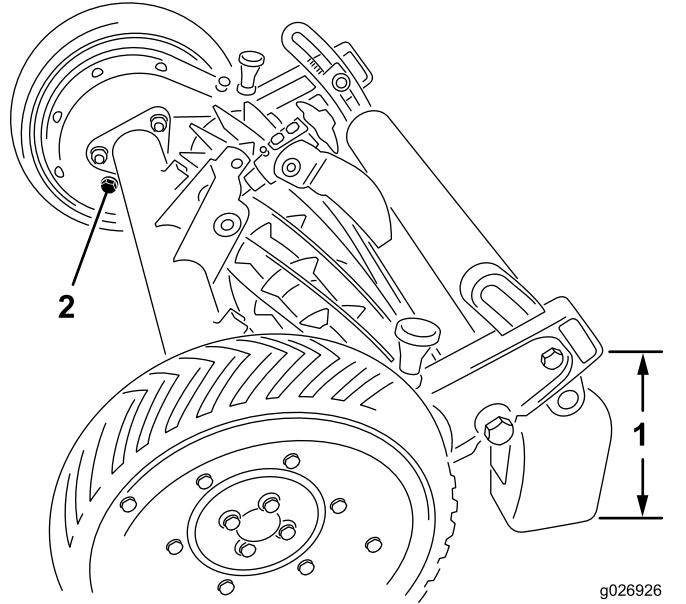

Figura 12
- Eleve la parte trasera de la unidad de corte y apóyela sobre bloques hasta que quede una distancia de 26 cm (10 1/4") aproximadamente entre la parte inferior de la caja de engranajes que sobresale por detrás del soporte del rodillo y la superficie nivelada (Figura 12).
- Retire el tapón de llenado del interior de cada caja de engranajes (Figura 12). Compruebe el nivel de aceite de la caja de engranajes; debe llegar al borde inferior del orificio de llenado. Si el nivel de aceite llega al borde inferior del orificio, instale el tapón de llenado.